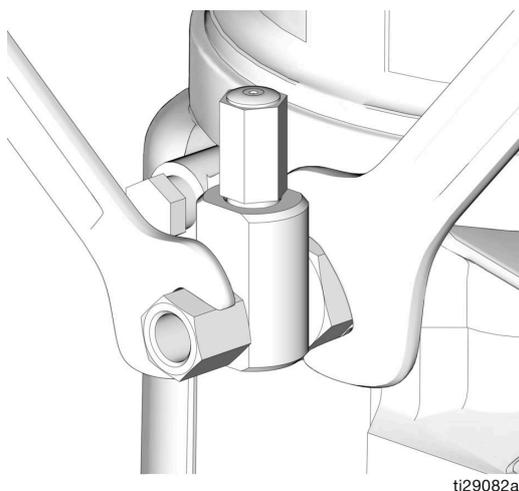

ABB. 17
Führen Sie eine Druckentlastung am Pumpenelement durch, indem Sie zwei am Pumpenelement und an der Pumpenelementverschraubung gekonterte Maulschlüssel ansetzen und dabei langsam ausschließlich das Fitting lockern, bis dieses lose ist und kein Schmiermittel oder Luft aus der Fitting austritt. Diesen Vorgang für jedes installierte Pumpenelement wiederholen (ABB. 17).
- Wenn irgendetwas an das Pumpenelement oder an zusätzliche Fittings angeschlossen wird, sollten stets zwei Schraubenschlüssel verwendet werden, die entgegengesetzte Richtungen gedreht werden. Ein Beispiel ist in ABB. 17 dargestellt.